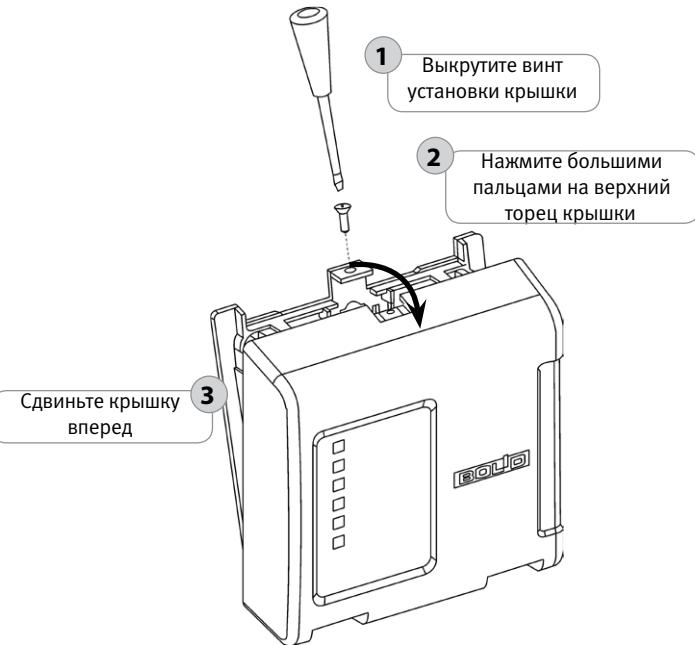

Рисунок 33. Снятие крышки изделия
- 1.3. Снимите крышку изделия в порядке, указанном на рис. 33.
- 2.3. Снимите крышку изделия в порядке, указанном на рис. 33.